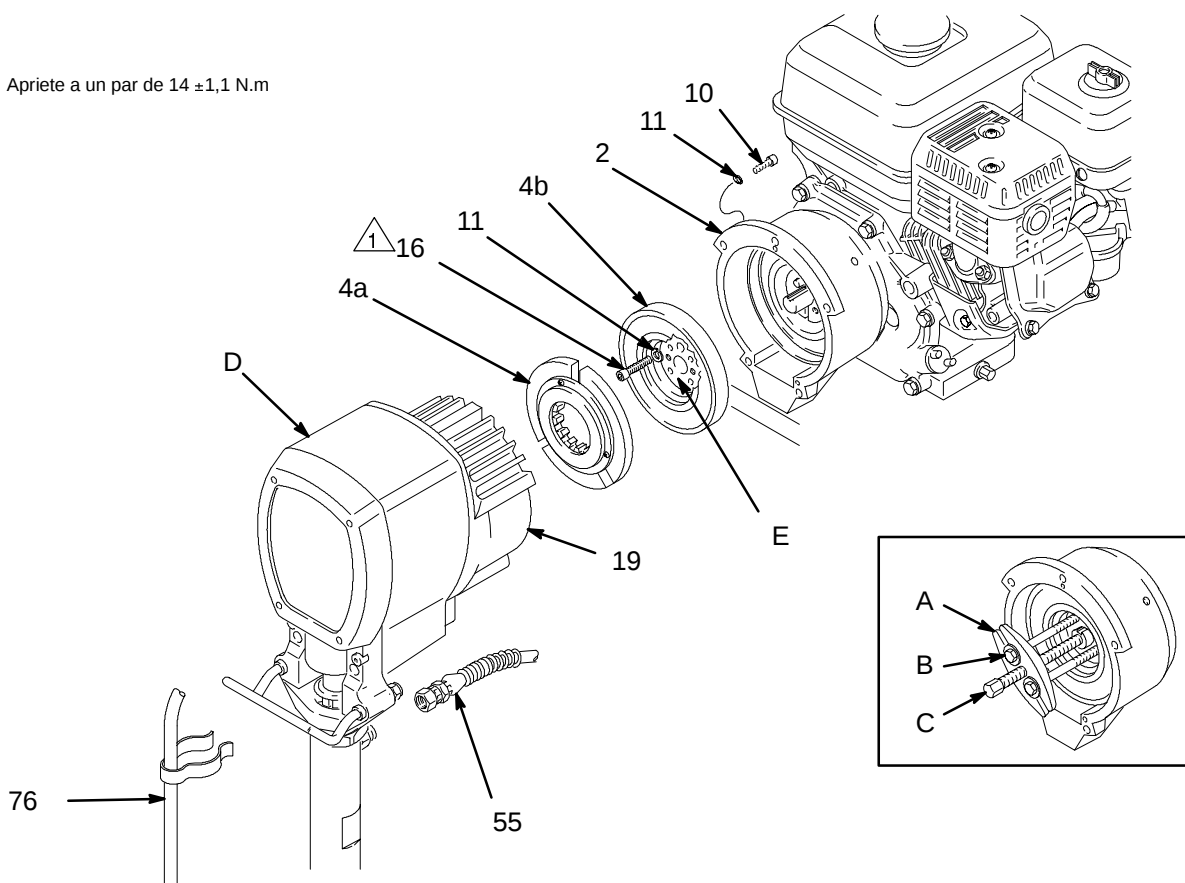

Fig. 11
NOTA: Para realizar esta operación, consulte la Fig. 11.
2. Desconecte la manguera (55) de la base de bomba. Saque las abrazaderas de resorte y la manguera de drenaje (76) de la base de bomba.
3. Saque primero los dos tornillos (10) y arandelas de retención (11) inferiores, luego los dos tornillos (10) y las arandelas de retención (11) laterales y, por último, el tornillo (10) y la arandela de retención (11) superiores.
4. Golpee ligeramente la parte trasera del alojamiento del cojinete (21) con una maza de plástico, para aflojar el conjunto (D) del cárter del embrague. Extraiga el conjunto.
- a. Retire los cuatro tornillos de cabeza hueca (16) y sus arandelas de retención (11). Instale dos de ellos en los orificios roscados (E) del rotor. Apriete alternativamente los tornillos, hasta que salga el rotor. Vea la Fig. 11. Si resulta difícil sacar el rotor, utilice el procedimiento b.
- b. Se puede utilizar un extractor de volante de dirección estándar (A), pero también hacen falta dos tornillos (B) de 1/4-22- x 3 o 4" de longitud. Cambie los tornillos cortos del extractor del volante de dirección por dos más largos (B). Enrosque los tornillos (B) en los orificios roscados (E) del rotor (4b). Apriete los tornillos de cabeza (C) de la herramienta hasta extraer el rotor. Vea el detalle a la Fig. 11.